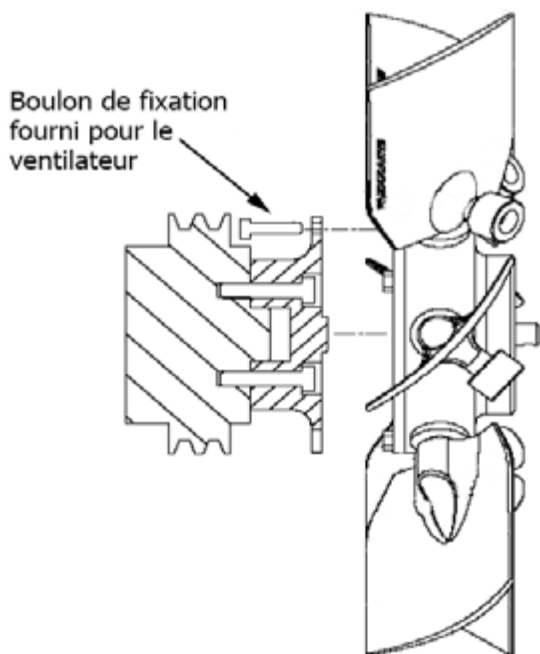

Figure 5
4. Retirez le bouchon de transport à l'arrière du ventilateur. Placez le ventilateur Flexxair sur l'adaptateur de montage (voir la figure 5) et serrez les boulons comme suit :